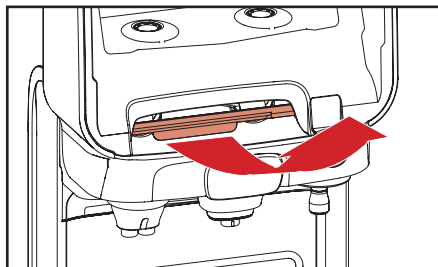

Fig. 5.5 - Træk i det røde udløserhåndtag
3. Træk i det røde håndtag for at åbne afløbskammeret (fig. 5.5).
- Træk i det røde udløserhåndtag for at åbne udløbsrummet (fig. 5.5).